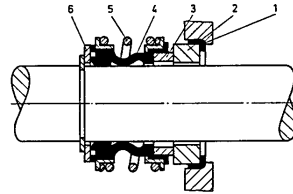

Abb. 6.2.3.4a
1. Belastete, drehrichtungsunabhängige Gleitringdichtung mit Elastomerbalg (Abb. 6.2.3.4a)